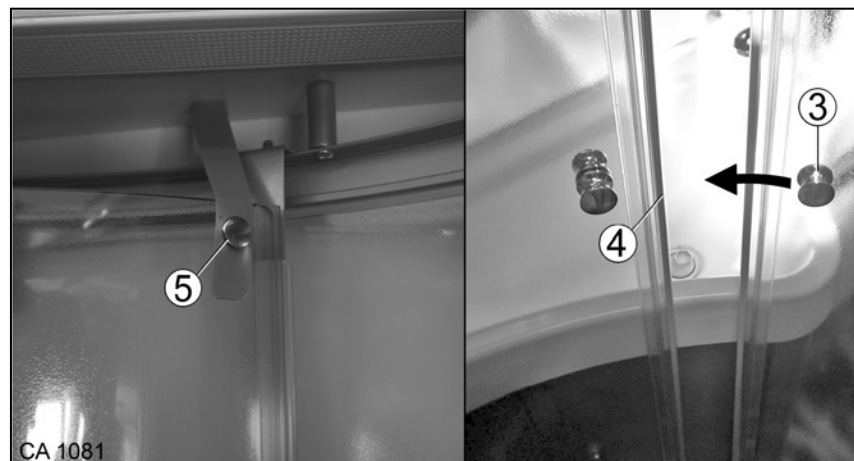

Fig. 153 Porte coulissante de la cabine de douche
3. Desserrer la fixation par bouton-pression (Fig. 153/5) de la porte coulissante de la cabine de douche.
4. Glisser la porte coulissante en la tenant au bouton (Fig. 153/3) jusqu'au rail de butée de l'élément pivotant (Fig. 153/4).